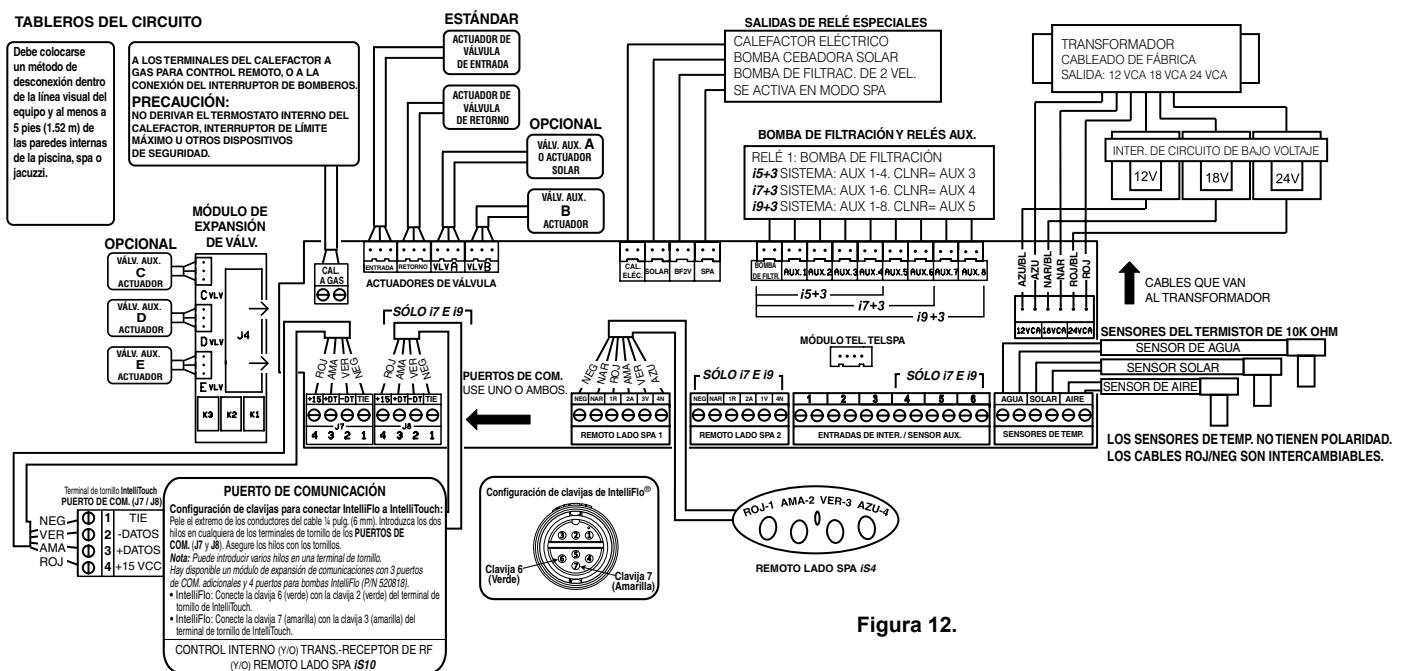

Figura 12.
5. Lleve el cable hacia arriba a través del conducto eléctrico de baja tensión ubicado en el lado izquierdo del Centro de carga hasta el tablero Personality; vea la **Figura 12**.